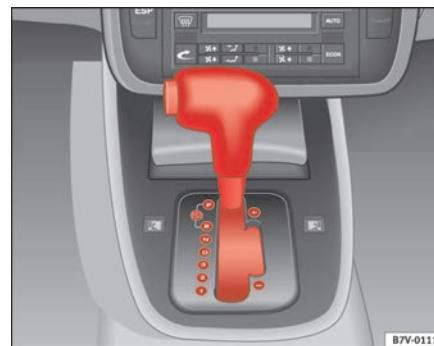

Fig. 128 Consola central: palanca selectora del cambio automático con tecla de bloqueo
- Mantenga pisado el pedal de freno y mantenga presionada al mismo tiempo la tecla de bloqueo de la palanca selectora ⇒ página 176, fig. 128.
- Manteniendo la tecla de bloqueo (tecla en el pomo de la palanca selectora) ⇒ página 176, fig. 128 pulsada, seleccione R, D o S.